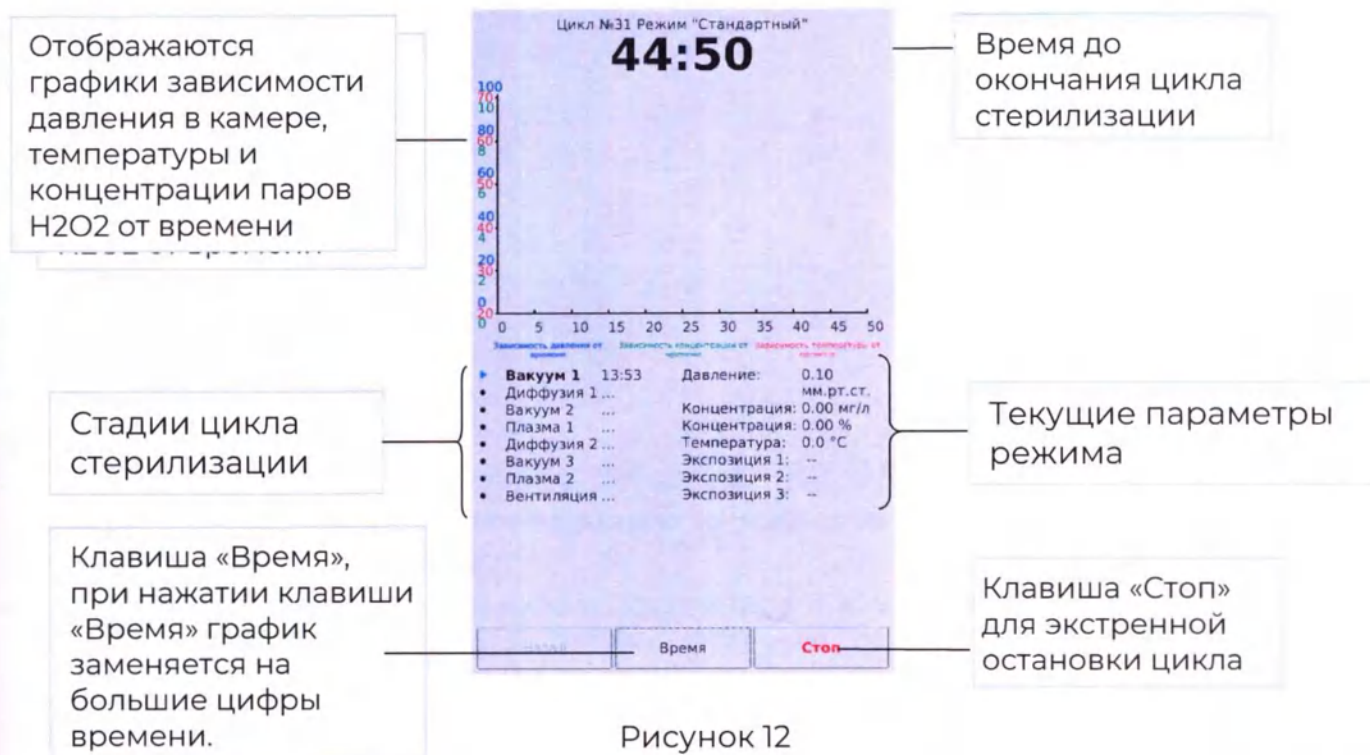

Рисунок 12
11.2.9 После завершения Термостатирования **автоматически** включится выбранный режим стерилизации. При этом экран перейдет к виду (Рисунок 12):